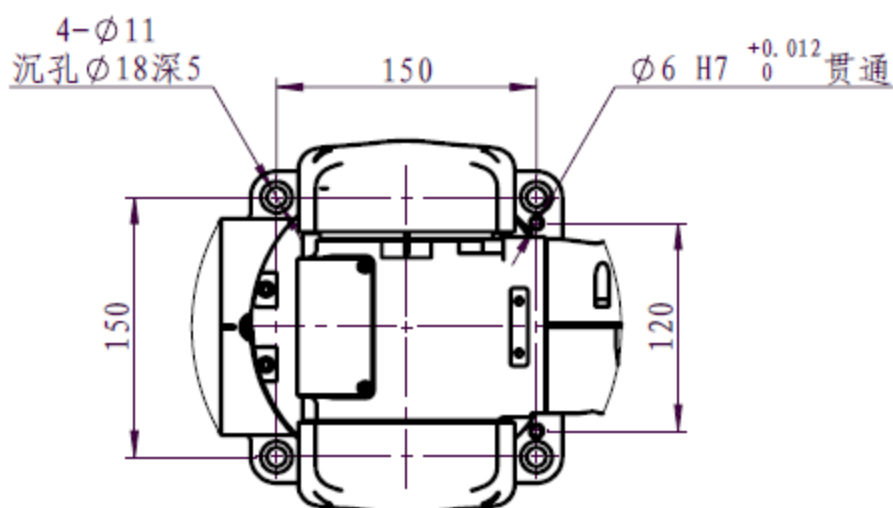

图 3-3 SD500E/SD700E 机器人底座安装孔尺寸
1. SD500E/ SD700E 机器人底座安装孔尺寸如图 3-3 所示。